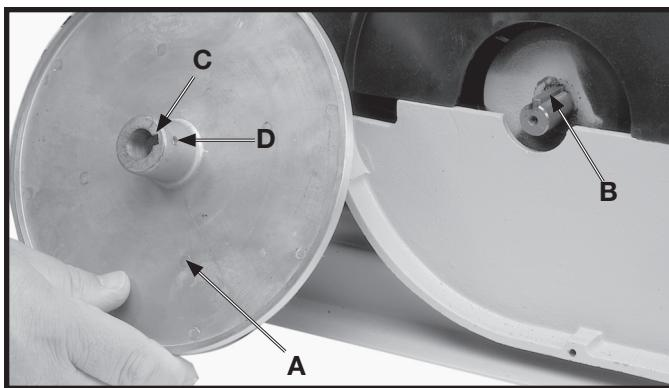
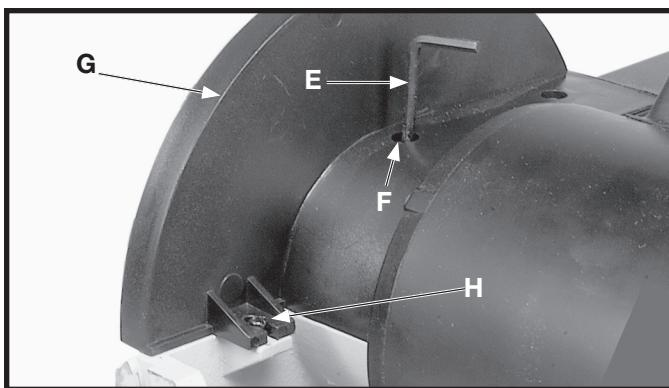

Fig. 9
Fig. 10
- Assembler la plaque support d'abrasif (A) fig. 9, à l'arbre du moteur à l'aide de la clé (B) insérée dans la rainure à clavette (C) du moyeu du disque abrasif.
- Pivoter le disque abrasif jusqu'à ce que la vis de blocage (D) fig. 9, soit en position verticale. Par le trou (F) fig. 10, insérer la clé Allen de 2,5 mm (E) fig. 10, puis serrer la vis de blocage du disque abrasif (D) fig. 9.
- Régler le dispositif de protection de la ponceuse à disque de sorte que la lèvre (G) fig. 10, couvre le bord externe du disque abrasif puis serrer les deux vis à tête cylindrique bombée M4 x 0,07 x 10 mm dont une est illustré en (H) qui retiennent le dispositif à la base.